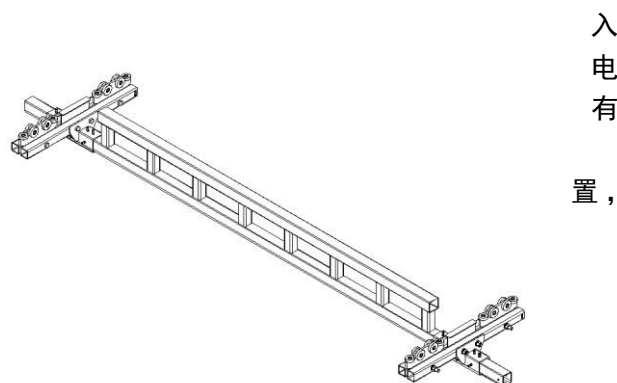

图 5F
- 5.19 将主梁提升到固定型轨，同时将型轨小车插到固定型轨的端口（如图 5F）。确定主梁的源供给端与固定型轨的电源供给端在同一侧。关电源供给配件，请参见第八步。将固定好型轨小车的主梁提升到固定型轨位并滑入型轨。